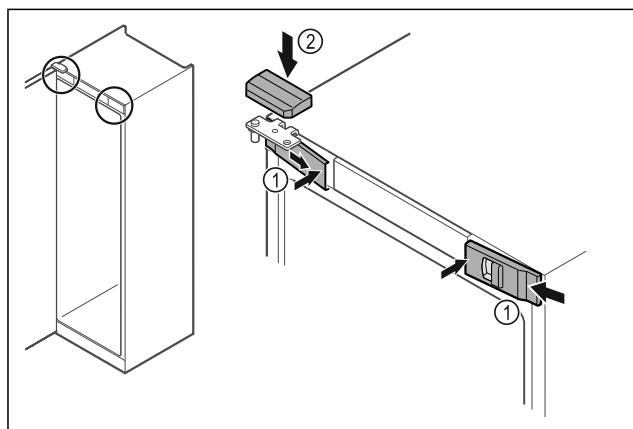

Fig. 52
- Bočno zakvačite prednje poklopce Fig. 52 (1) i uglavite ih iznutra.
- Uglavite gornji poklopac Fig. 52 (2) odozgo.